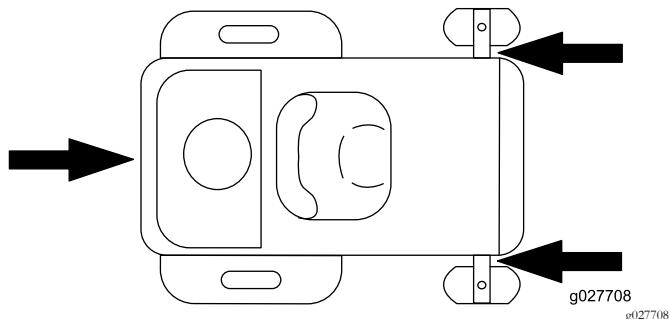

Figure 31
- Arrimez la machine près des roues pivotantes avant et du pare-chocs arrière (Figure 31).